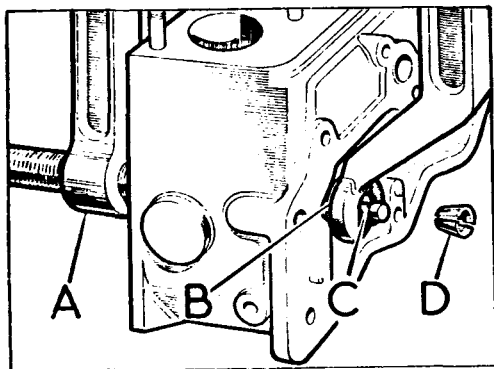

Fig. A1-69 Desmontaje de válvulas
2.1. Desmontar las válvulas empleando el útil, 276102, A (Fig. A1-69).
- 3.3. Montar los muelles y sus tapas y, utilizando el desmontaválvulas, 276102, comprimir aquellos y colocar los fiadores en su alojamiento de los vástagos D (Fig. A1-69).